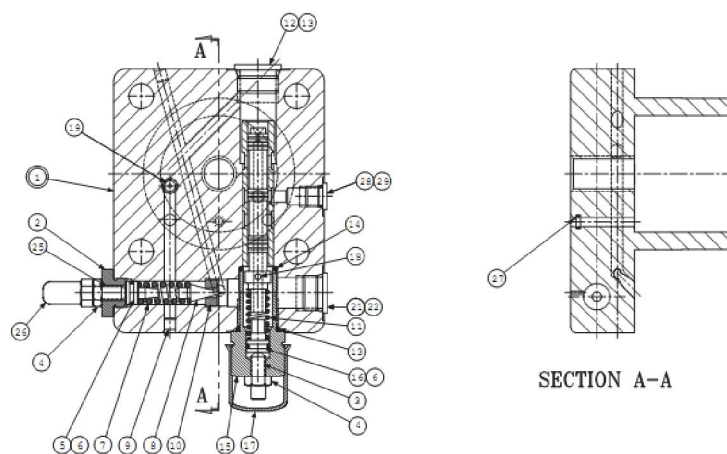
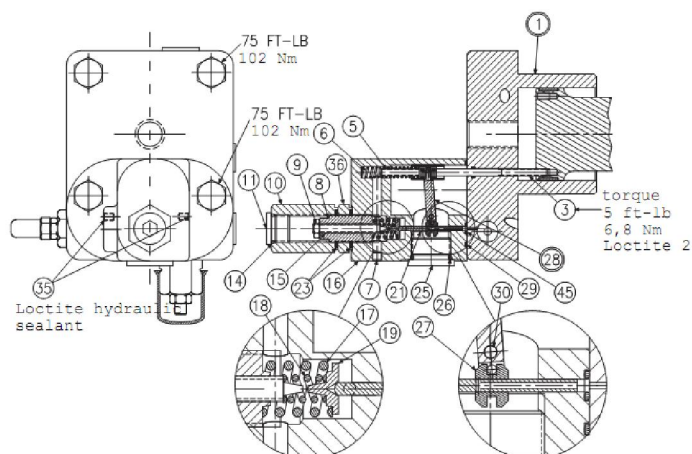

Рисунок 10
Рисунок 11
1. См. **Рисунок 11**. Удалите 2 винта, удерживающих корпус ограничителя крутящего момента (16) на крышке (1).
2. Удалите все детали с корпуса ограничителя крутящего момента (16), кроме винта (30) и рычага в сборе (28). Удалите эти части только в случае непригодности для дальнейшего использования. Проверить детали на наличие повреждений и пригодность к эксплуатации.
3. Удалите винт (3). Проверьте степень износа головки. Поверхность корпуса и уплотнительного кольца должна быть гладкой.
5. Удалите крышку в сборе (1).
6. См. **Рисунок 10**. Удалите пробку (15) и присоединенные части. Удалить пружину (11) и золотник(18).
7. Удалить регулировочную пробку (2) и присоединенные части. Удалить пружину (7) и внутреннее кольцо подшипника (8).
8. Не удаляйте муфту с корпуса (1). Муфта закреплена в крышке и подобрана по размеру. Если муфта или крышка становятся непригодными для эксплуатации, замените узел деталей, состоящий из крышки и чулка (1).
1. См. **Рисунок 10**. Установить пробки Avseal (9) и наконечник (19) на корпусе.
2. Вдавить опорную поверхность (10) в отверстие под прямым углом к плечевому соединению в отверстии.
3. Установить золотник (18) в отверстии, как показано на рисунке. Установить пружину (11) над концом золотника. Установить уплотнительное кольцо (6) на уплотнительном поршне (16). Смазать и вставить пробку (15). Установить пробку (15) внутри крышки. Установить винт (3), гайку (4) и накидную гайку(17). Установить пробку (12). Зажать пробки на 75 футо-фунтов, 102 Нм. Установить пробку (21). Зажать на 46 футо-фунтов, 62 Нм. Установить пробку (28). Зажать на 11 футо-фунтов, 15 Нм.
4. Установить уплотнительное кольцо (6) на уплотнительном поршне (5). Смазать уплотнительное кольцо и установить внутреннее кольцо подшипника(8), пружину (7) и уплотнительным поршень (5) в отверстии крышки (1). Внутреннее кольцо подшипника должно пройти в гнездо (10). Установить регулировочную пробку (2), винт (25), гайку (4) и накидную гайку (26).
5. Осторожно установить уплотнительное кольцо (27) на крышке.
8. См. **Рисунок 11**. Использовать Loctite 242 для резьбы винта (3), смазать стержень, продеть болт через крышку в распределительный поршень и зажать на 5 футо-фунтов, 6,8 Нм.
Смотри Рисунок 10